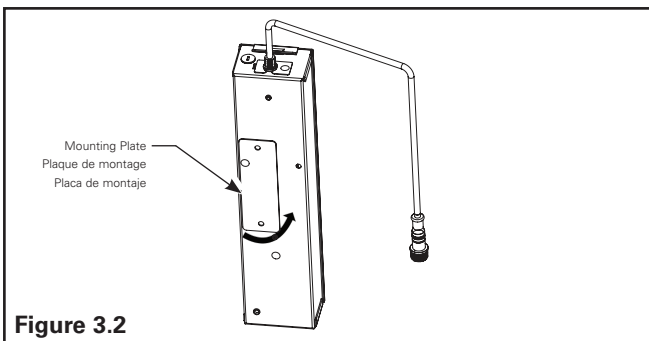

Figure 3.2
- Once j-box is placed, rotate the ceiling mounting plate away from j-box so that it is normal to j-box. (Figure 3.2)
- Une fois la boîte de jonction placée, faites pivoter la plaque de montage au plafond loin de la boîte de jonction afin qu'elle soit positionnée normalement dans la boîte de jonction (Figure 3.2).